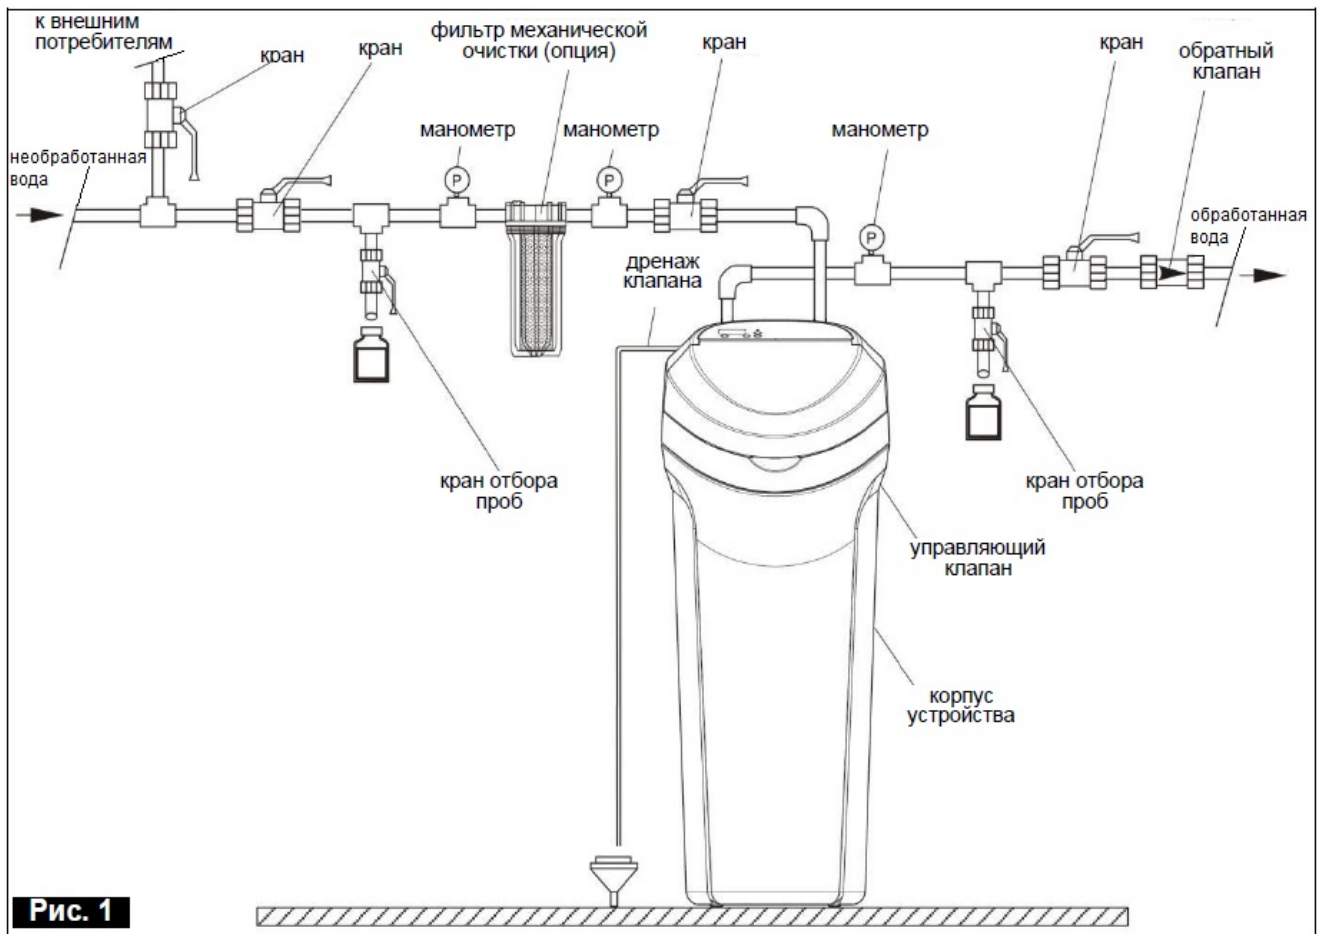

Рис. 1
- Вместе с устройством может поставляться механический фильтр (опция), который следует установить на трубопроводе, подводящим неочищенную воду согласно схеме, показанной на рис. 1.
Подключать гидравлические устройства следует в соответствии со схемой подключения, показанной на рис. 1. Устройство имеет клапан обходной линии bypass с соединительными элементами, а также имеет дренажный шланг для отвода промывной воды. Устройство может иметь фильтр механической очистки (опция). Обеспечение гидравлического оборудования такими элементами, как клапаны, манометры, фильтр, клапаны для отбора проб и т. п., относится к обязанностям того, кто монтирует оборудование, и они не поставляются стандартно вместе с устройством. В схеме также рекомендовано иметь обходную линию фильтра механической очистки или общую обходную линию всей системы для удобства обслуживания.